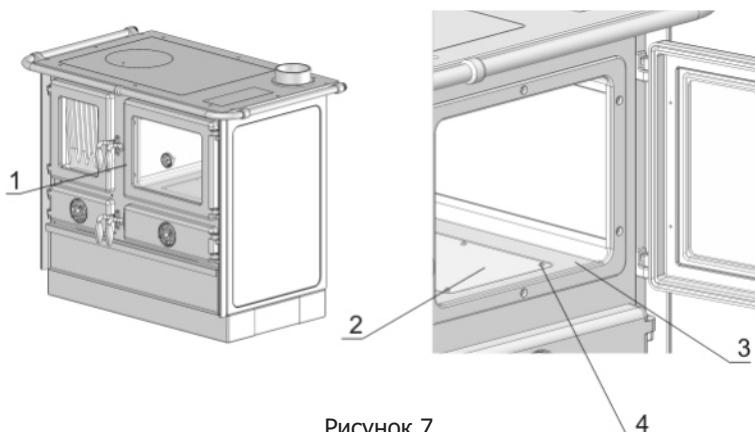

Рисунок 7.
Открыть дверцу духовки (Рисунок 7.)(1), отвинчить 6 винтов (4) на дне духовки (3) и снять крышку со дна духовки (2). Вспомогательным прибором устраниТЬ накопившуюся сажу со дна плиты и из-под духовки. После очистки вернуть обратно крышку дна духовки в первоначальную позицию и закрепить винтами с дном духовки.